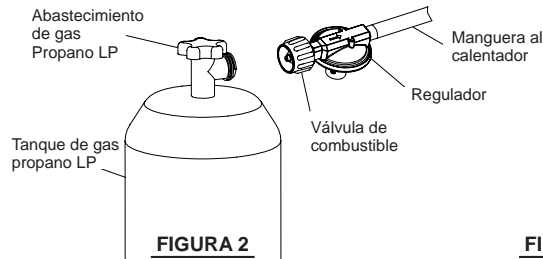

FIGURA 2
- 3b. Para unidades con conector QCC (ver Figura 2) gire el QCC aditamento de combustible en sentido horario en las roscas del tanque. Ajústelo firmemente utilizando tu mano (NO UTILICE UNA LLAVE). **IMPORTANTE:** Coloque el regulador de manera que su ventilación apunte hacia abajo, hacia el piso y la flecha del regulador sea visible.
4. Abrir lentamente la válvula de abastecimiento de gas propano (LP) del tanque. **NOTA:** Si no la abre lentamente, el dispositivo de flujo excesivo del regulador puede detener el flujo de gas. Si esto ocurre, cierre la válvula de abastecimiento de gas, espere un minuto (o hasta que escuche un clic) y ábrala de nuevo lentamente.